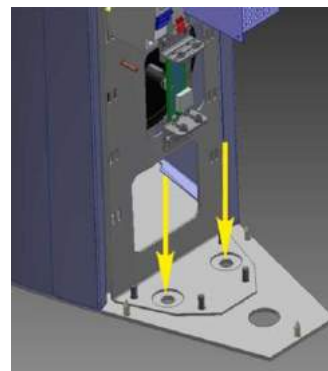

Рис. 14 – Место крепление анкерами и вывод кабелей
14) Закрепить тумбы турникета с помощью имеющихся в комплекте поставки анкеров (Рис. 14).